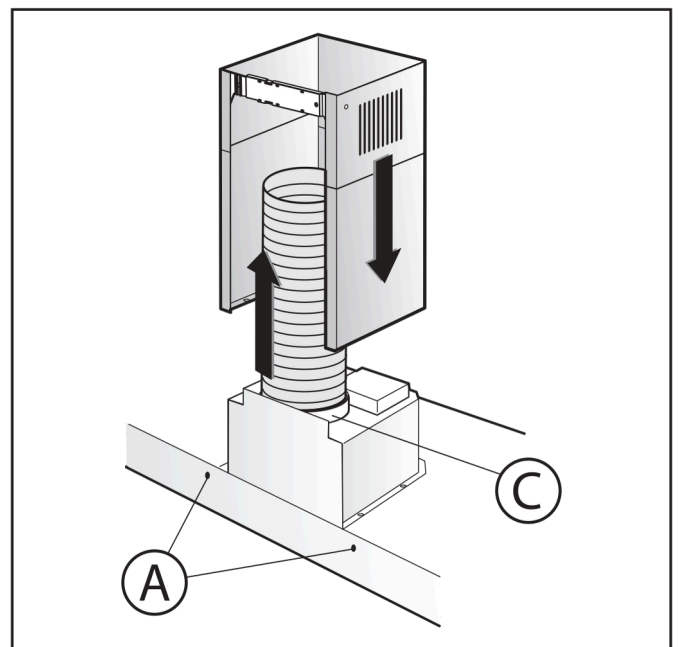

Fig.3
- När apparaten är korrekt justerad, fäst fläkten permanent med skruvarna A (Fig. 3).
- Anslut flänsen C till frånluftsöppningen med ett anslutningsrör (Fig. 3).